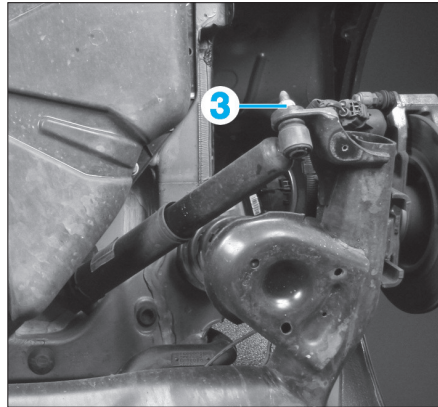

FIG. 20
- Déposer l'écrou (3) de l'amortisseur sur le train arrière (Fig.20).
- Déposer l'écrou de fixation inférieure de l'amortisseur (2) et dégager l'amortisseur (Fig.20).
- Serrer la fixation inférieure de l'amortisseur (2) au couple prescrit et véhicule roues au sol (Fig.20).